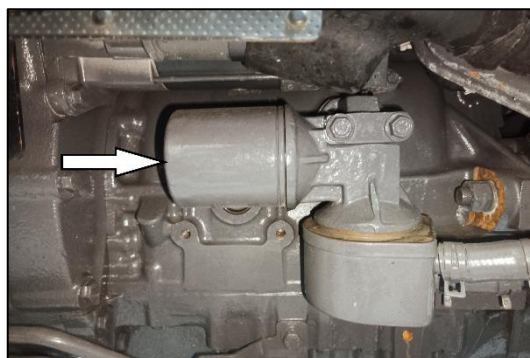

Fig. 240 - OLIEFILTER MOTOR
3. Schroef het oude oliefilter los en voer het af (zie Fig. 240).